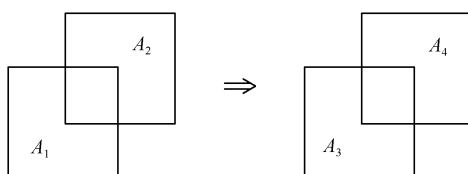

图 2-24 面搭接示意图
(2) 面搭接：生成多个新的面，其示意图如图 2-24 所示。